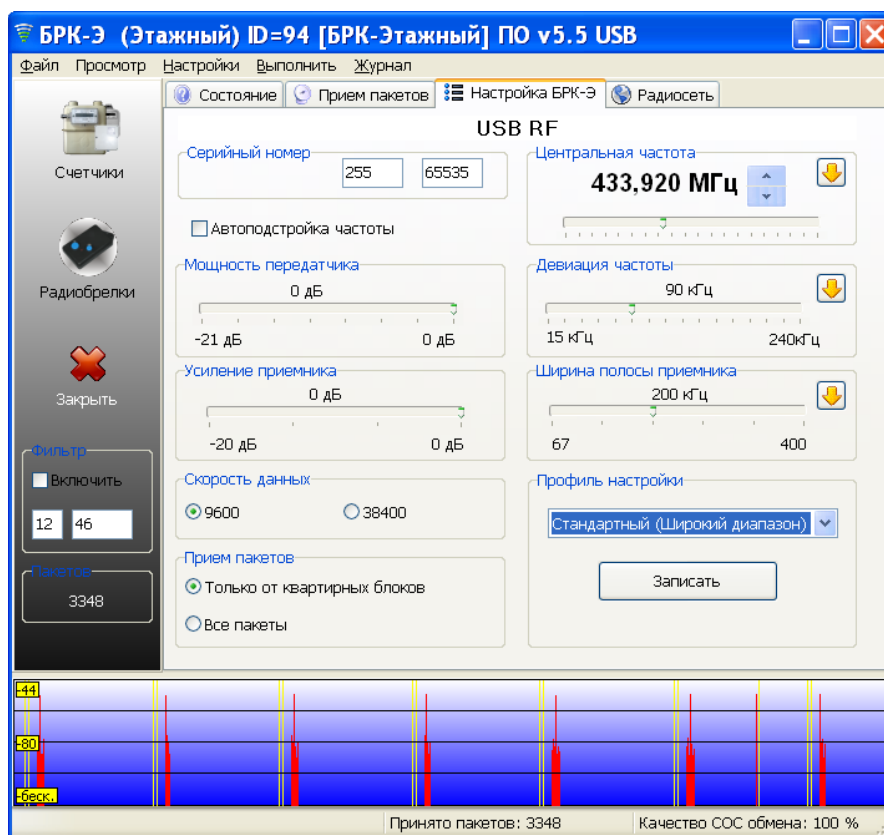

Рисунок 10 - Настройка радиointерфейса USB-433
9) Параметры радиоканала радиомодуля USB-433 можно настроить на вкладке «Настройка БПК-Э» (рисунок 10).